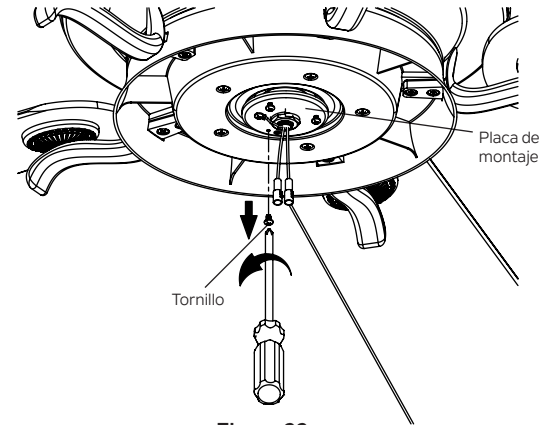

Figura 22
Paso 1. Retire el tornillo marcado con una etiqueta de punto marrón en la placa de montaje y guárdelo para su uso posterior. Afloje los otros dos (no los quite). (Figura 22)